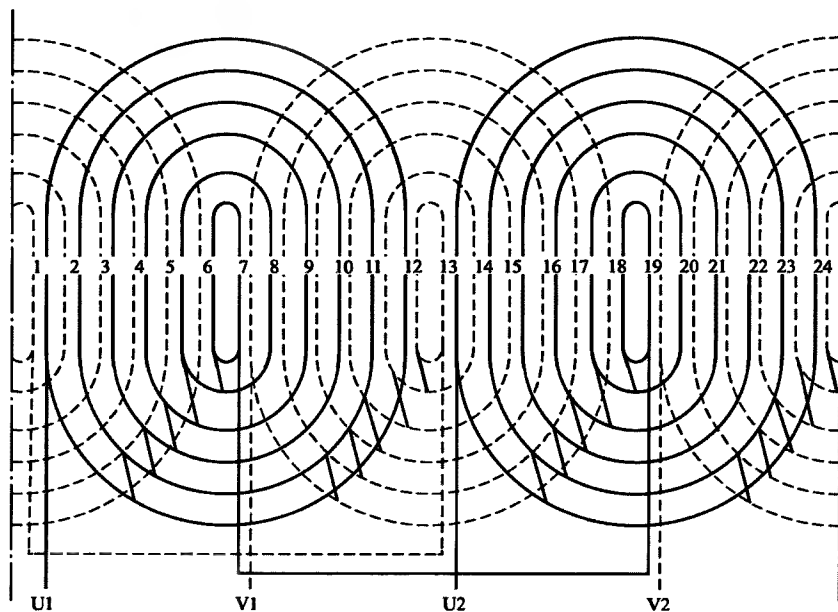

图 4-3 单相 2 极 24 槽正弦绕组 1 路接法展开图 (1)
3. 单相 2 极 24 槽正弦绕组 1 路接法展开图 (1) (见图 4-3)